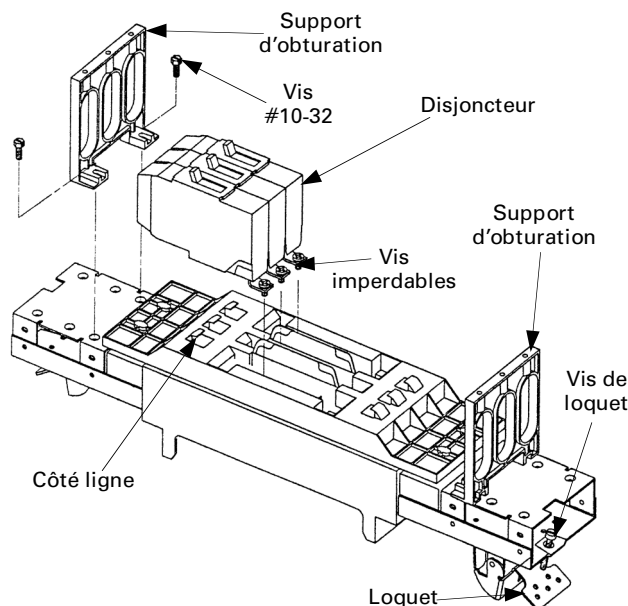
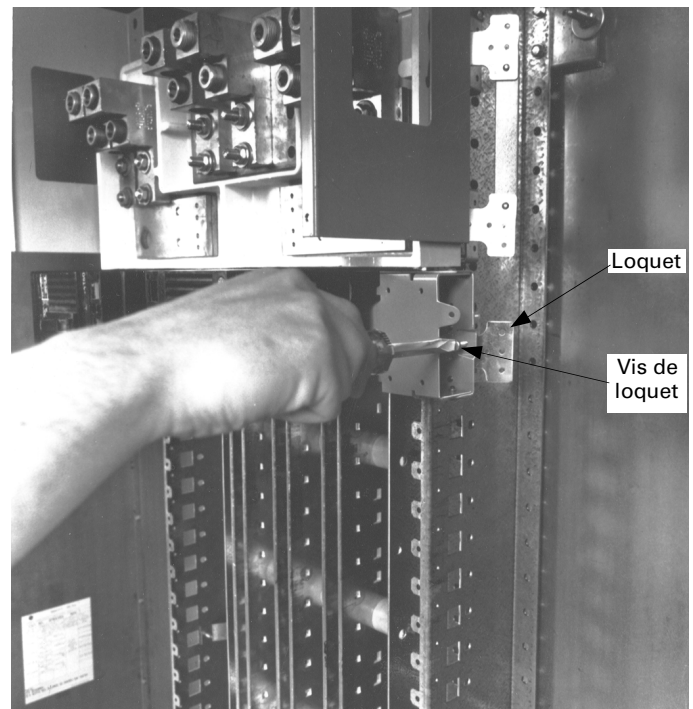

Figure 1. Installation du disjoncteur sur le module.
Figure 2. Fixation du module de disjoncteur à l'intérieur du panneau.
- 1. Préparer le module.** Fixer les supports d'obturation à chaque extrémité du module en utilisant les vis à tête hexagonales #10-32 x 3/4", comme montré à la Figure 1. Serrer les vis à 15-20 lb.-po. Relâcher les vis verrouillant le loquet.
- 2. Installer le ou les disjoncteur(s).** Accrocher l'extrémité charge du disjoncteur sur le module et fixer avec des vis imperdables sur le côté ligne, comme montré à la Figure 1. Serrer les vis à 25 lb.-po.
- 3. Installer le module.** Rétracter entièrement les loquets sur l'extrémité du module, comme s montré à la Figure 1 et accrocher un côté du module sur le rail de l'intérieur. Relâcher le loquet. Faire pivoter le module sur les barres omnibus et mettre en prise le second loquet. Relâcher le loquet. Serrer les vis de loquet à 25 lb.-po., comme montré à la Figure 2.